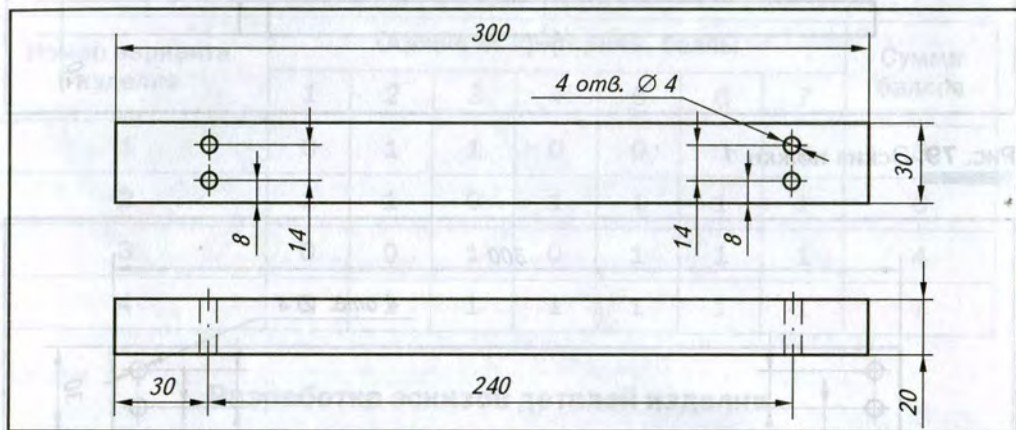

Рис. 81. Эскиз верхней планки 3
Для изготовления верхней планки 3 нужен деревянный брусок размером $310 \times 35 \times 25$ мм (рис. 81).
3. С помощью линейки, угольника разметить карандашом центры четырёх отверстий, выдержав размер 30 мм от торца бруска (см. рис. 81).